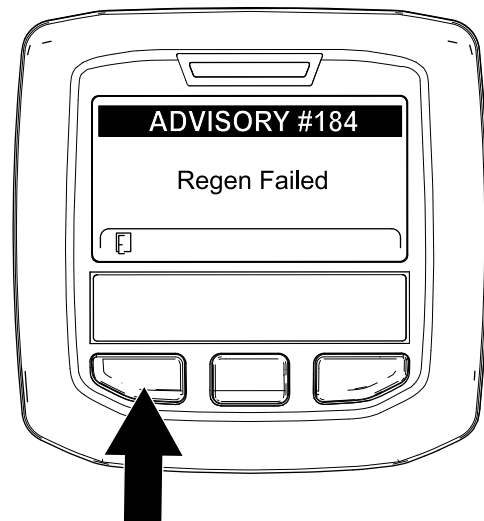

Figure 86
**Remarque:** Si la régénération échoue, l'InfoCenter affiche l'avis n° 184 (Figure 86). Appuyez sur le bouton gauche pour revenir à l'écran d'accueil.